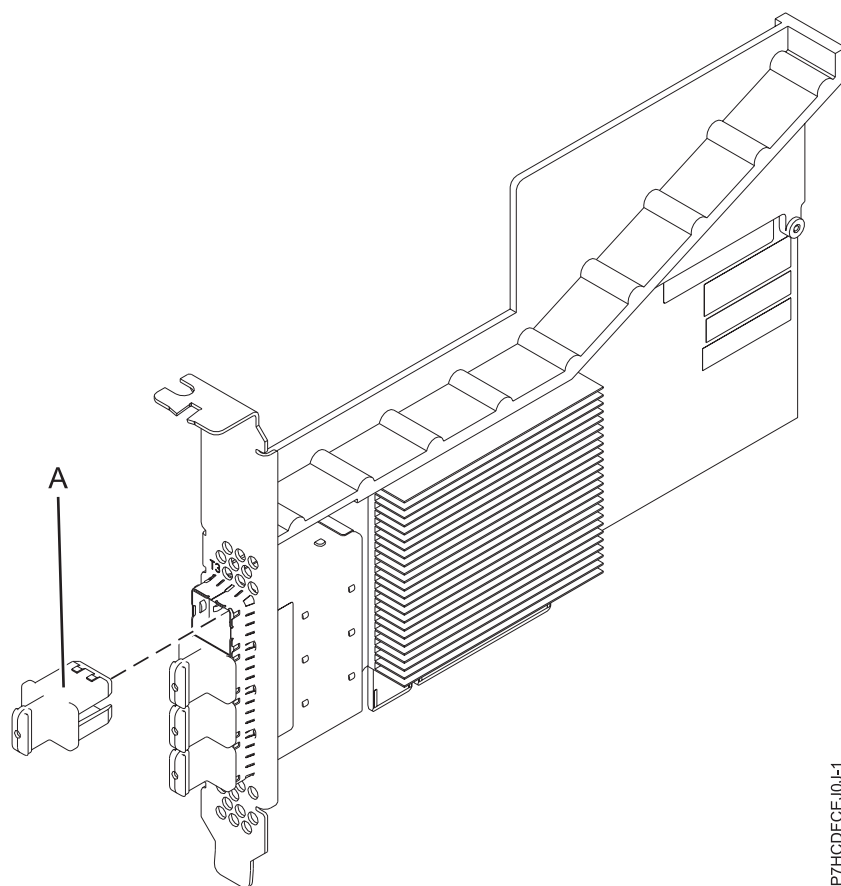

Figura 18. Adaptador port SAS PCIe3 4 x8
L'adaptador port SAS PCIe3 4 x8 és un adaptador SAS RAID de la 3a generació PCI Express (PCIe), que té un perfil baix, amb un factor de format curt però que s'empaqueta amb una instal·lació d'altura completa. L'adaptador s'utilitza en aplicacions d'alt rendiment, alta densitat i SCSI connectat en sèrie (SAS). Admet la connexió de DVD SAS i cintes SAS utilitzant mini connectors x4 SAS d'alta densitat (HD) que permeten que els enllaços físics es puguin fer servir en diverses configuracions de port reduïdes i àmplies. La connexió de cintes SAS només s'admet en una configuració d'un sol adaptador i no es pot combinar amb el disc SAS del mateix adaptador. L'adaptador no té memòria cau d'escriptura. Figura 18 a la pàgina 47 mostra l'adaptador port SAS PCIe3 4 x8.
Figura 18 mostra l'adaptador. L'endoll del connector (A) es troba en un port buit i impedeix danys en aquest port sempre que s'endollin o s'extreguin cables de connectors de port adjacent.